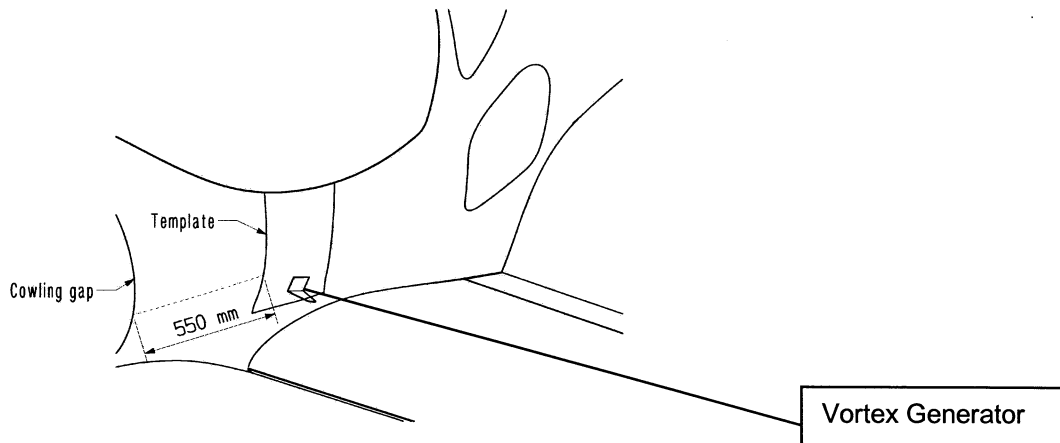

Abbildung B1 / Figure B1 Vortex Generator (VG) and position
1. Anbringen eines Vortex Generators (VG) an der linken Rumpfsseitenwand im Bereich des Flügel/Rumpf Überganges entsprechend der Abbildung B1, Seite 3 von 3.
1. Application of a vortex generator at the left fuselage wall in the area of the wing/fuselage intersection according to figure B1, (page 3 of 3)
(siehe Abb. B1)
1. Clean the area of bonding on the fuselage (see fig. B1).